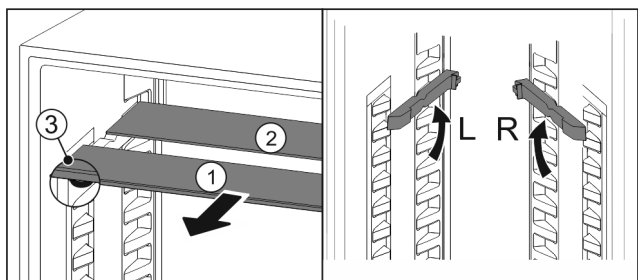

Fig. 112
- ▶ Extrageți Fig. 112 (1) pe rând plăcile de sticlă spre înainte.
- ▷ Placa de sticlă Fig. 112 (1) cu șipca decorativă se află în față.
- ▷ Opritoarele Fig. 112 (3) indică în jos.